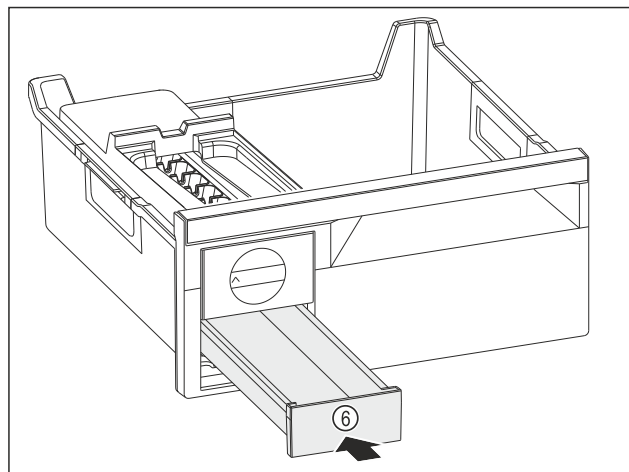

Fig. 247
- Predal za ledene kocke Fig. 247 (6) potisnite noter.